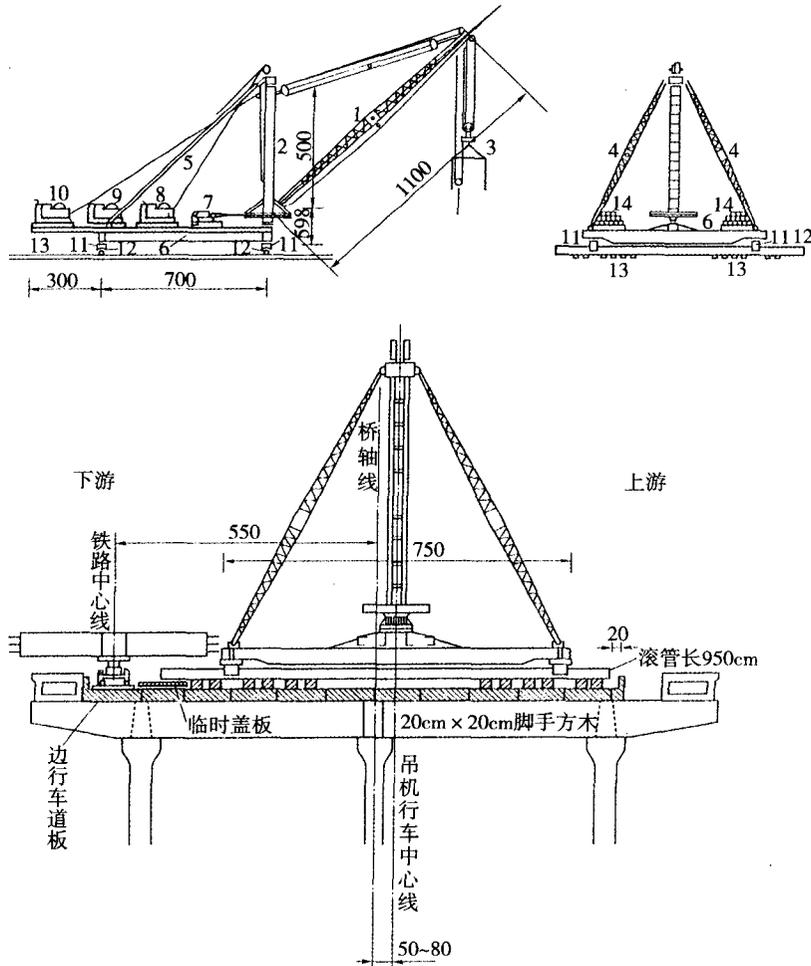

图25 行走式钢台灵吊机 (尺寸单位: cm)
② 河东五孔采用行走式钢台灵吊机，见图25。
(2) 立柱安装
① 准备工作